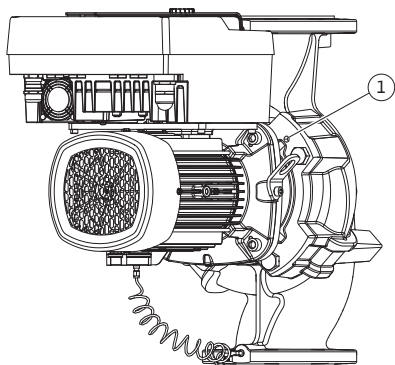
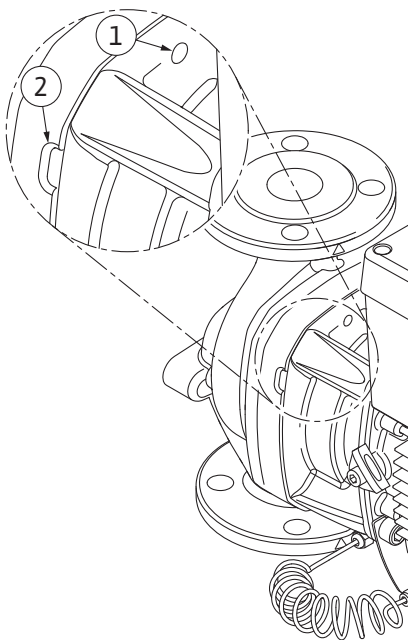

Fig. 103: Istiskivanje utičnoga kompleta putem provrta s navojem
Fig. 104: Provrti s navojem i prorezi za istiskivanje utičnog kompleta s kućišta pumpe
12. Za tip pumpe (Fig. III, IV) otpustite vijke poz. 29. Upotrijebite dva provrta s navojem (Fig. 103, poz. 1) koji se nalaze pored i upotrijebite prikladne, lokalno dostavljene vijke (npr. M10 x 25 mm). Istisnite utični komplet s kućišta pumpe. Za tip pumpe (Fig. I i Fig. II) upotrijebite dva provrta s navojem M10 (vidi Fig. 104) i prikladne, lokalno dostavljene vijke (npr. M10 x 20 mm). Za istiskivanje mogu se upotrijebiti i prerezi (Fig. 104, poz. 2). U tu svrhu postavite npr. dva odvijača i upotrijebite ih kao ručicu. Nakon otprilike 15 mm putanje istiskivanja utični komplet više neće ulaziti u kućište pumpe.